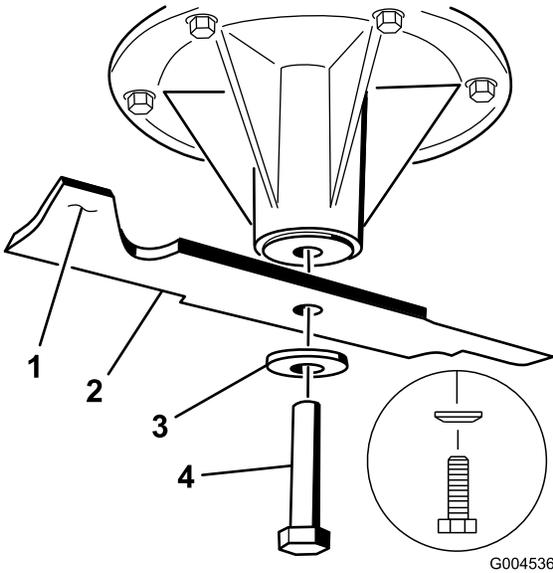

Figura 97
2. Retire del eje el perno de la cuchilla, la arandela curva y la cuchilla (Figura 97).
3. Si la cuchilla no está equilibrada, rebaje algo del metal en la parte de la vela solamente con una lima (Figura 97).